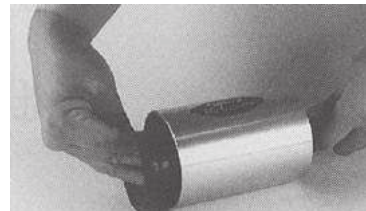

Fig.39
- b) ピストン頭部にBFダイヤフラムRの凹部を被せる。この際、ピストン頭部とBFダイヤフラムRの間のすき間（空気）がなるべく残らない様にして下さい。(Fig.39)